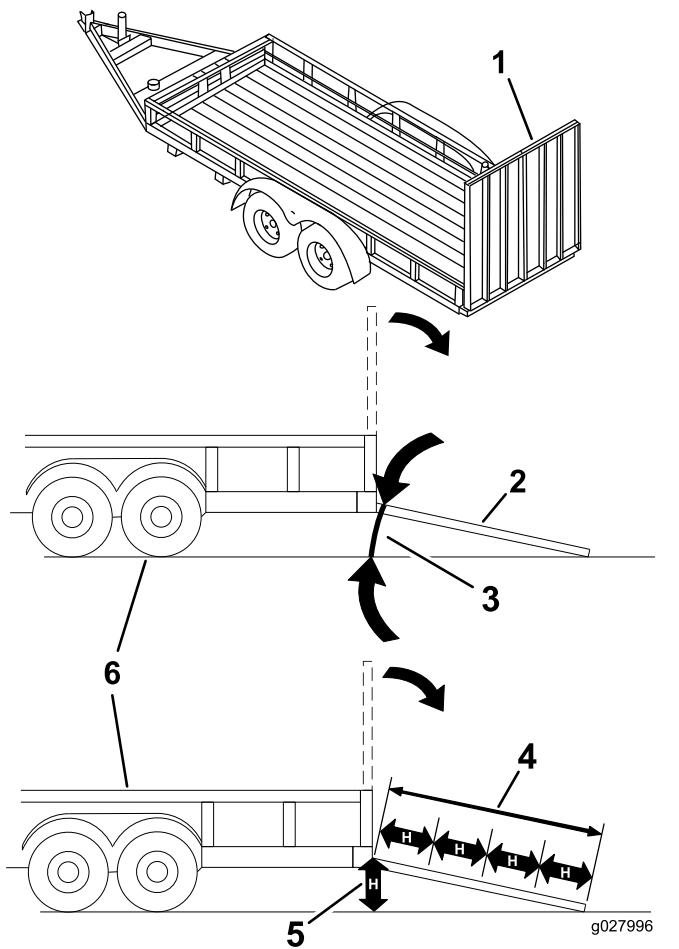

Figure 27
Le chargement de la machine sur une remorque ou un camion augmente le risque de basculement, et donc de blessures graves ou mortelles (Figure 27).
1. Abaissez la rampe pour que l'angle avec le sol ne dépasse pas 15 degrés (Figure 27).